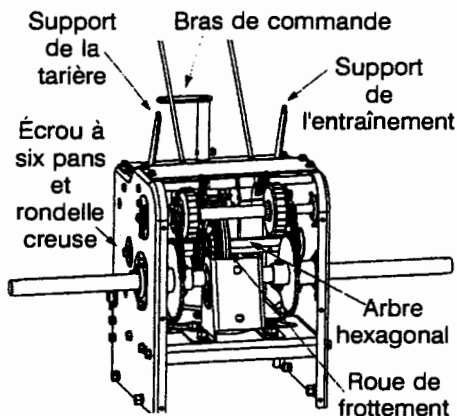

FIGURE 10
- Utilisez une clé de 7/8 po pour maintenir l'arbre hexagonal, puis retirez la vis à tête hex., la rondelle creuse et le roulement du côté gauche du châssis. Voir la Figure 10. Tenez la roue de frottement et dégagez l'arbre hexag-